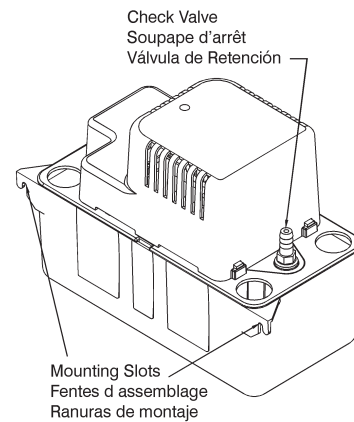

FIGURE 2
3. The tank has two slots provided to mount the unit. The slots are located on the ends of the tank (Figure 2). The unit should be mounted either on the side of the air conditioner unit or nearby wall. Pump must be level and the inlet must be below the coil drain. Conduit fittings are not compatible with the plastic pump housing.
- The outlet piping should be flexible tubing secured with a hose clamp (not provided) or pipe (3/8 inch I.D. maximum to prevent excessive flow back to unit). From condensate unit, extend discharge piping straight up as high as necessary. Do not extend this line above the head/GPH of the particular model being installed. From this high point, slope discharge line down slightly to a point above drain area; then turn down and extend to a point below or approximately level with the bottom of the condensate unit. This will give a siphoning effect which will improve efficiency of the condensate unit and will, in most cases, eliminate the need for a check valve (Figure 2). If it is not possible to slope discharge line down, make an inverted "U" trap directly above the pump at the highest point.
3. Montage-Deux fentes situées à l'extrémité du couvercle de réservoir, permettent le montage. Celui-ci doit être fait près d'un climatiseur ou d'un mur (Figure 2). La pompe doit être à niveau et l'arrivée doit se trouver sous le serpentín d'écoulement. Son carter en plastique n'est pas compatible avec la tuyauterie.
2. Le tuyau de sortie, s'il est flexible, doit être fixé avec une pince à tuyaux (non comprise). S'il est rigide, il ne doit pas dépasser 3/8 po (0,5 cm) de D.I., afin d'éviter un reflux excessif vers la pompe. À partir de l'unité d'extraction, étirer verticalement le tuyau d'écoulement jusqu'à la bonne hauteur. Ne pas l'étirer au dessus de la tête/GPH du modèle installé. De ce point haut, incliner légèrement le tuyau d'écoulement vers un point situé au-dessus de lieu d'écoulement; rabattre et étirer jusqu'à un point situé en-dessous ou à peu près au même niveau que le bas du système de condensation ce qui donnera un effet de siphon qui en augmentera l'efficacité et éliminera pratiquement l'installation d'une soupape d'arrêt (Figure 2). S'il n'est pas possible d'incliner le tuyau d'écoulement, faire un branchement en U inversé, à un point situé le plus haut au-dessus de la pompe.